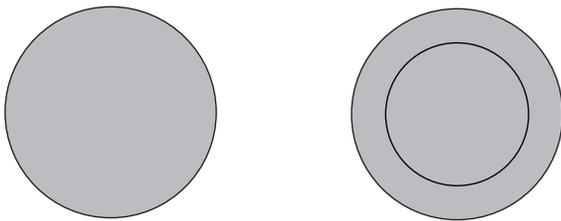

Figure 2: Éléments à rayonnement simple, double et triple
La taille et le type d'ustensiles de cuisine utilisés auront une influence sur la température nécessaire pour obtenir de meilleurs résultats de cuisson. Veiller à suivre les recommandations pour l'utilisation des ustensiles de cuisine comme illustré dans Figure 1 et Figure 2.
Vérifier sa planéité en faisant tourner une règle sur le fond de la casserole (voir Figure 1). Les ustensiles de cuisine doivent avoir des fonds plats qui sont bien en contact avec toute la surface de l'élément de chauffage (voir Figure 2).
2. Pousser et tourner le bouton de commande dans le sens horaire pour démarrer la cuisson avec les deux éléments (intérieur et extérieur). Pousser et tourner le bouton dans le sens antihoraire pour les ustensiles de cuisine plus petits (voir Figure 2).